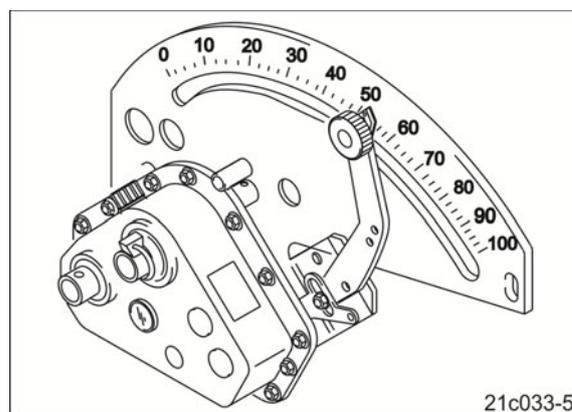

Рис. 198
5. Вдвое уменьшите норму высева. Соответствующим образом установите рычаг редуктора (Рис. 198/1).